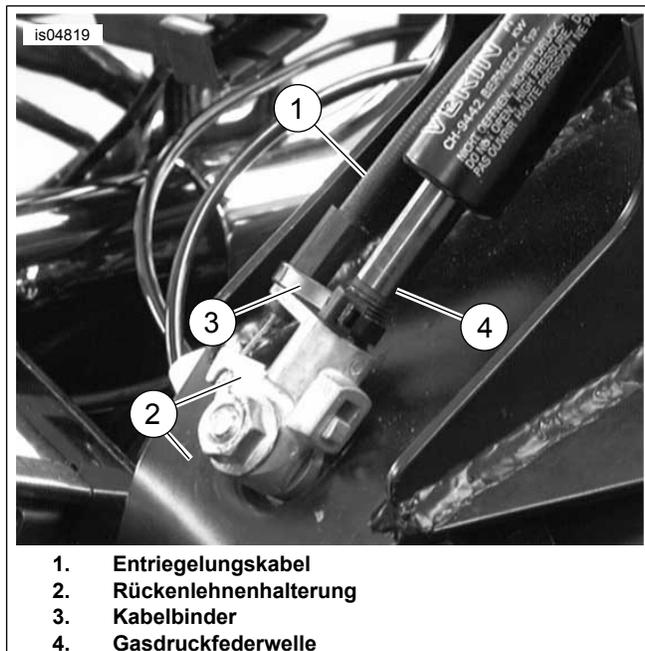

Abbildung 11. Das Kabel an der Rückenlehnenhalterung befestigen
4. Siehe Abbildung 11 >. Das Entriegelungskabel (1) wie abgebildet an der Rückenlehn-Befestigungshalterung (2) anbringen. Vorsichtig das Kabel mit dem mitgelieferten Kabelbinder (3) an der Welle der Gasdruckfeder (4) befestigen.